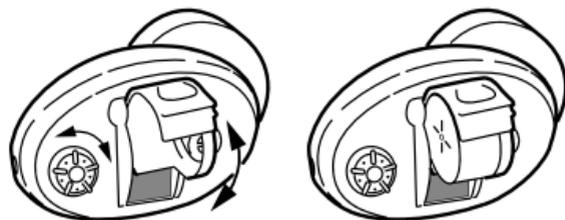

Рис. 1.6
3. Откройте крышку батарейного отсека и вставьте в крышку батарею плоской стороной вверх (рис. 1.6). Вы можете использовать для этого магнит на щётке (поставляется в комплекте). Просто поднесите магнитную сторону щётки к батарее – это может упростить вам задачу.